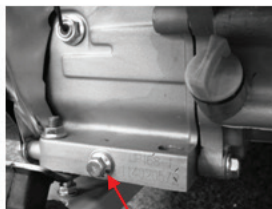

Рис. 18
3. Выкрутите сливной болт (рис. 18, 19);